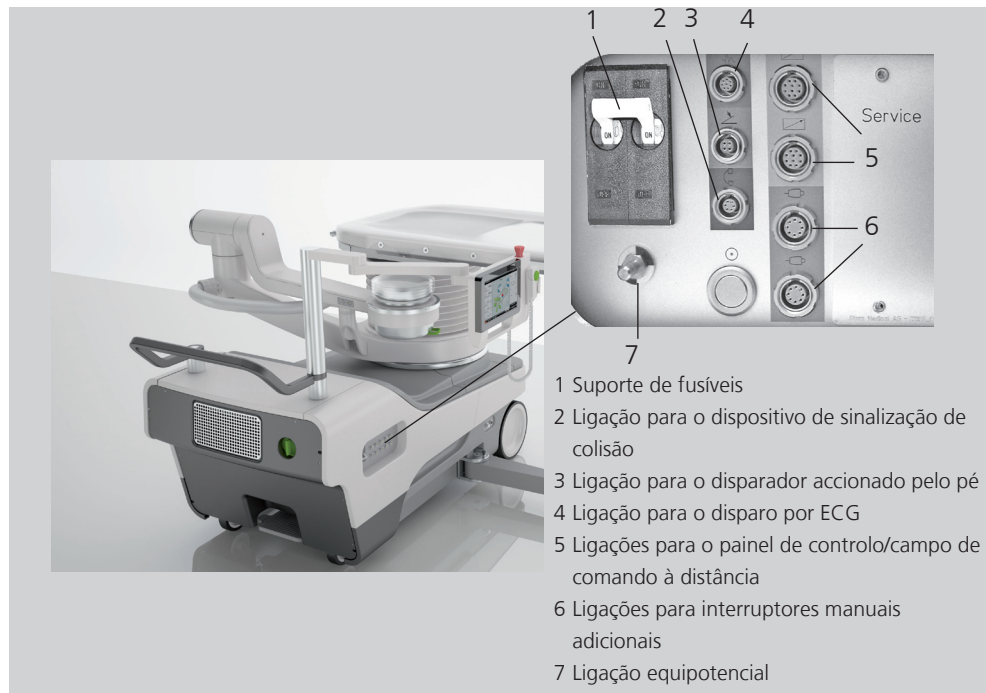

Figura 3-12 Campo de ligação externo
- Ligue o cabo do ECG à tomada com o sinal de ECG (Figura 3-12).
- Ligue o campo de comando à distância à tomada com o símbolo do campo de comando à distância (Figura 3-12).